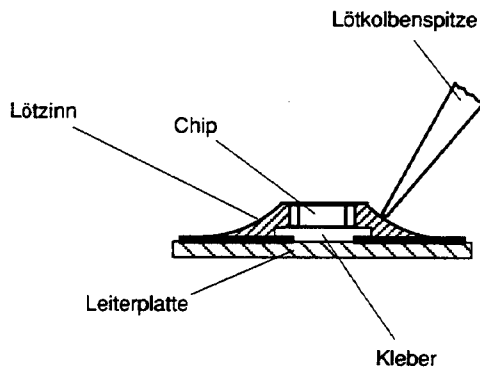

Fig. 1
1. Schritt: CHIP- Lötstelle mit Sauglitze absaugen (Fig.1).